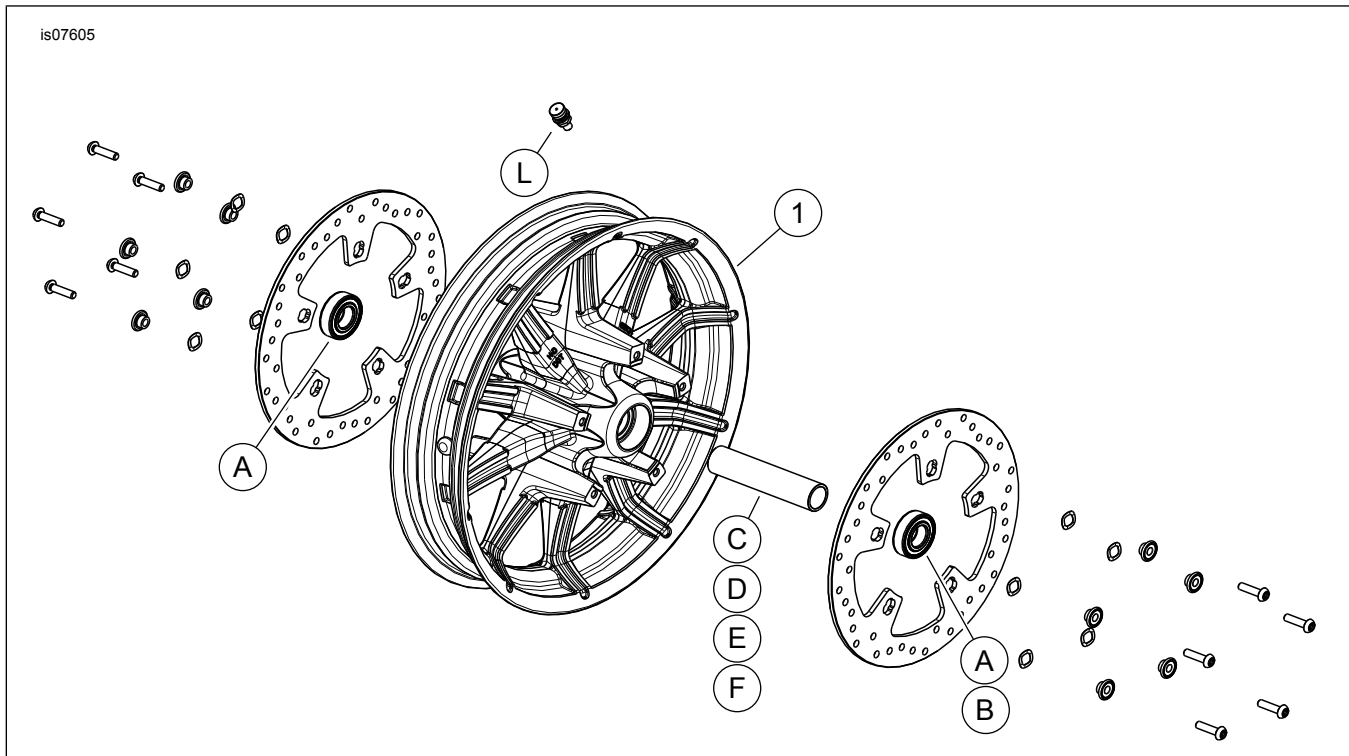

Figura 1. Parti di ricambio: RUOTE ANTERIORI IMPELLER
2. Vedere Figura 1. Installare il gruppo dello stelo della valvola (L) sulla ruota. Vedere PNEUMATICI nel manuale di manutenzione.